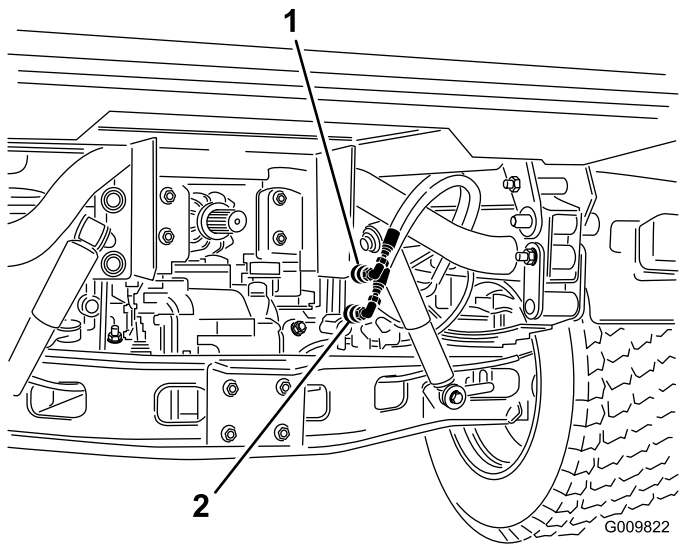

图69
2. 在两台机器上，都要从固定至联轴器支架的软管断开 2 个快速联轴器软管（图69）。